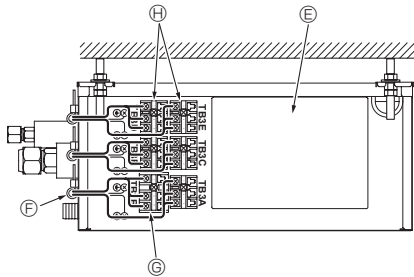

Fig. 9-3
4. Fixe todos os fios com uma abraçadeira. (Fig. 9-3)
5. Ligue firmemente todos os fios ao bloco terminal apropriado. (Fig. 9-3)